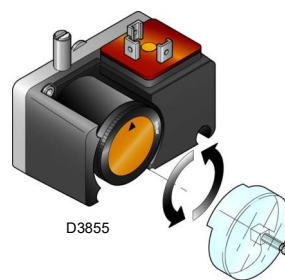

Abb. 28
- Stellen Sie den Gas-Mindestdruckwächter (Abb. 28 auf Seite 28) auf den Skalenanfangswert ein.
Den Gas-Mindestdruckwächter (Abb. 28) nach erfolgter Einstellung des Brenners, der Gasventile und des Stabilisators der Gasarmatur einstellen.